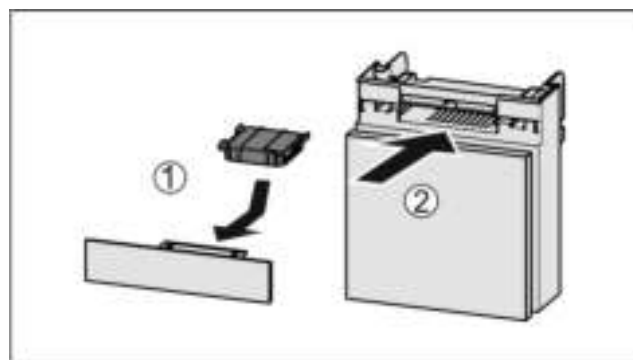

Fig. 50
- ▶ Actiefkoolfilter overeenkomstig afbeelding aanbrengen Fig. 50 (1).
- ▶ Lade erin schuiven Fig. 50 (2).